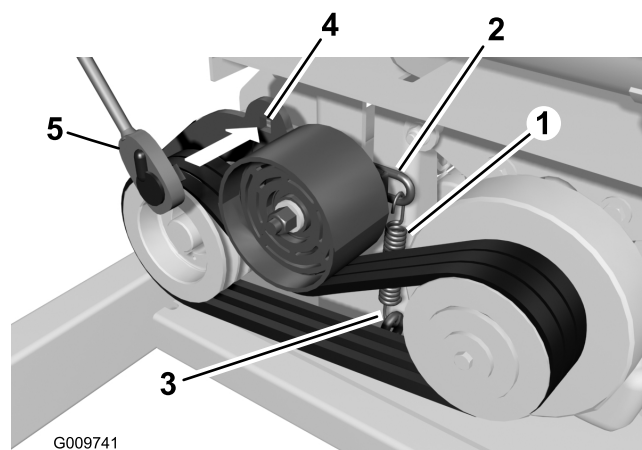
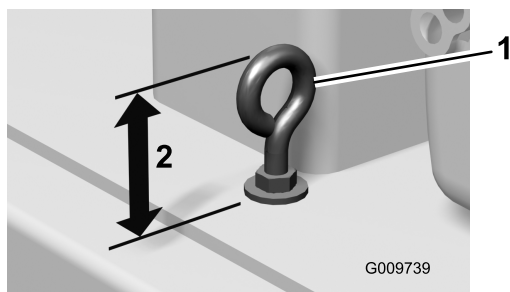

図 55
図 58
2. ベルトの状態を点検する（図 55）。
- B. アイドラ・アームの四角穴にソケット・レンチを差し込んで、レンチを上向きに回す（図 55）。
4. ベルトの張りを強くするには、アイ・ボルトについている上ナットをゆるめ、下ナットを締め付けてアイ・ボルトの長さを縮めてスプリングの張りを強くします（図 55 と図 58）。